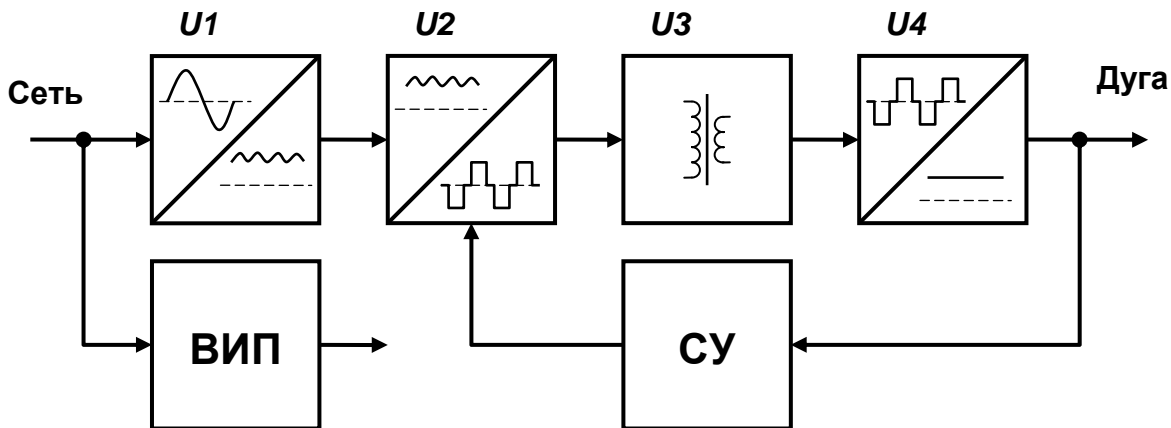

Рис. 2. Структурная схема источника.
2.3.1. Источник представляет собой автоматически управляемый преобразователь электрической энергии со звеном повышенной частоты – инвертором (Рис. 2). Источник преобразует электрическую энергию питающей сети в ток и напряжение, необходимые для питания сварочной дуги.